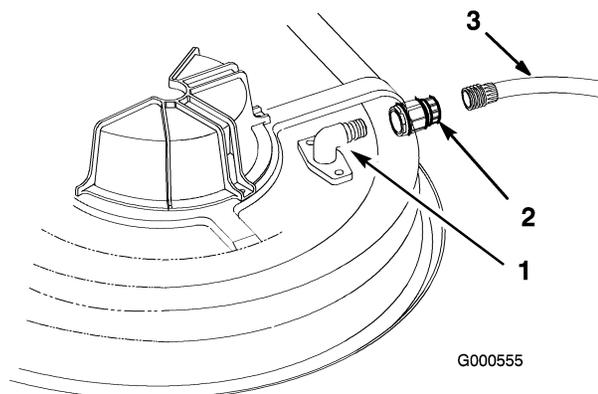

Figure 53
3. Vissez le raccord de lavage à l'embout de lavage du carter de tondeuse et ouvrez l'eau en grand (Figure 53).